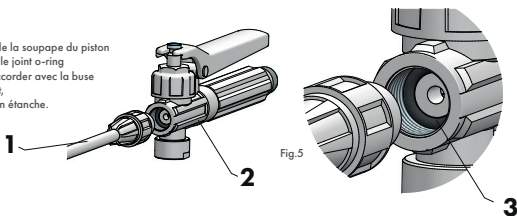

Fig.5
Vérifier si dans le corps de la soupape du piston (fig. 5/ pos. 2) se trouve le joint o-ring (pos. 5/ pos. 3) et le raccorder avec la buse (fig. 5/ pos. 1) en vissant, pour obtenir la connexion étanche.